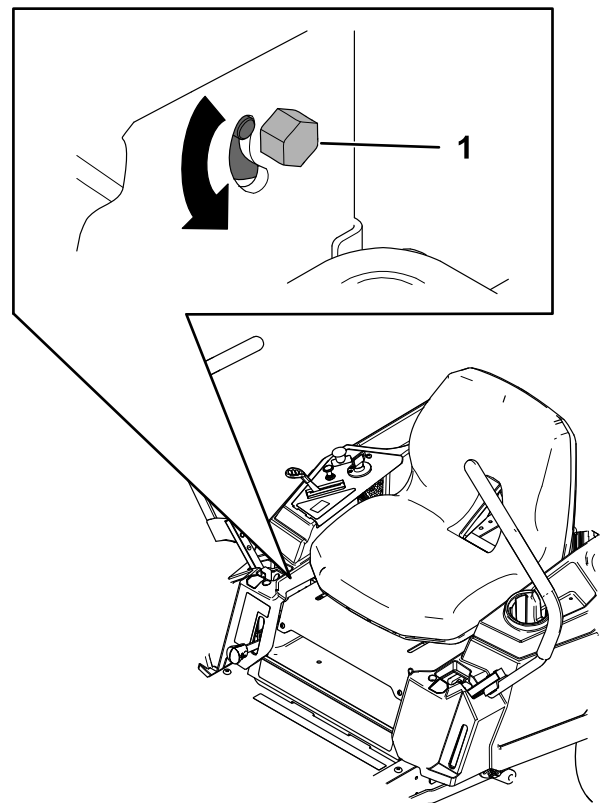

Bild 53
3. Suchen Sie die Einstellschraube für den Spurlauf in der Nähe des Fahrtriebshels auf der Seite, die eingestellt werden muss (Bild 53).